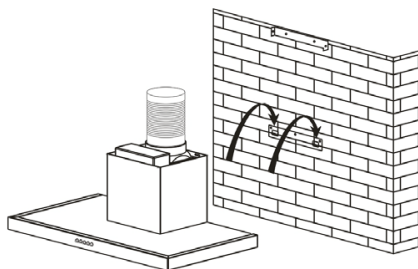

fig. 4
- Fixe o tubo extensível de evacuação (não fornecido) na saída do motor sem obstruir o movimento da válvula de retenção (fig. 4).